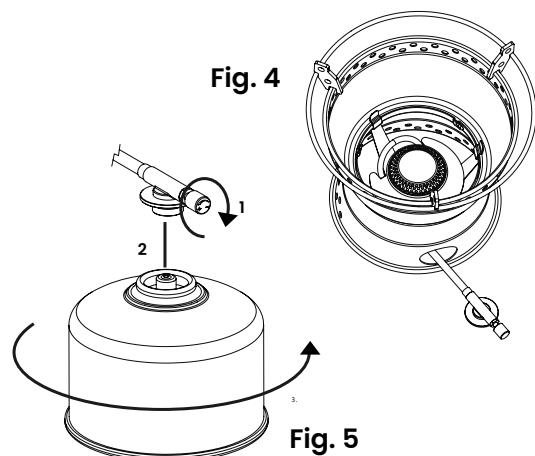

Fig. 4
- Tenez le dispositif de support du réchaud (7) et laissez les bras s'accrocher au bord intérieur du bas du pare-vent (5). Montez le support pour casserole (4) sur le bord supérieur du pare-vent. Terminez comme sur la fig. 4.